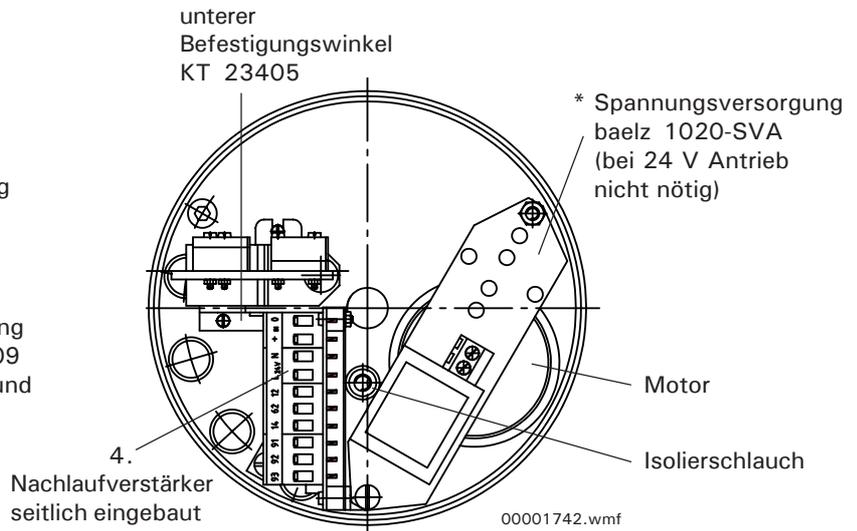

Bild 7 Antrieb baelz 373-E02 mit eingebautem baelz 1020
2. Die Befestigungsmutter (A) und Befestigungsschraube (B) lösen.
4. Den Nachlaufverstärker seitlich einbauen, so dass die Anschlußklemmen oben liegen (siehe Draufsicht-Bild 7) Den Nachlaufverstärker durch Zylinderschraube (C + D) und Sechskantmutter (E) festschrauben.